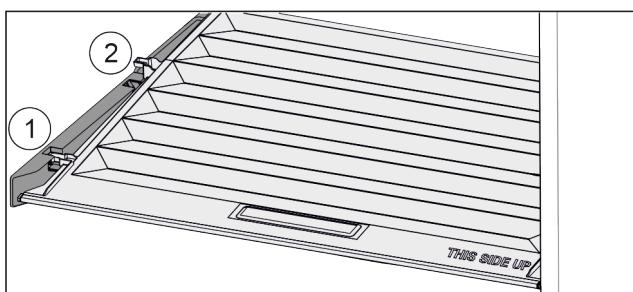

Fig. 108
► Trageți capacul în față Fig. 108 (1) până la orificiul din piesele suportului.
► Ridicați în spate de jos și scoateți Fig. 108 (2) în sus.